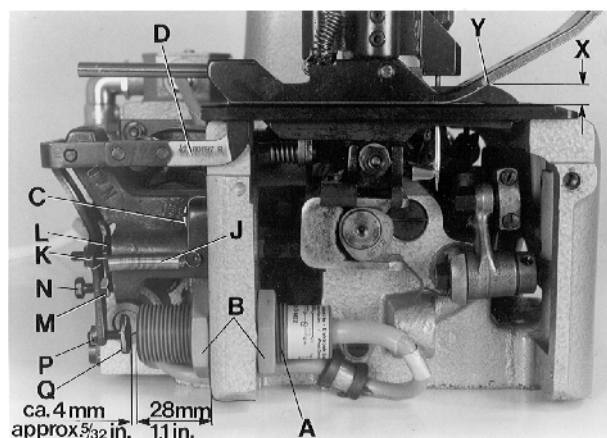
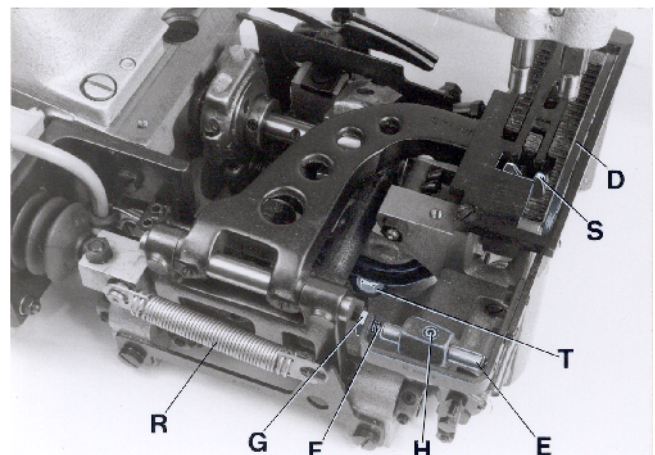

Fig. 14
Fig. 15
Remove cloth plate and left end cover. Mount the electronic proximity switch (A, Fig. 14) to the dimension of 28 mm (1.1"), as shown in Fig. 14.
The feeler (D, Figs. 14 and 15) is adjusted initially with the two fastening screws (C, Fig. 14) for the feeler support bracket.
The feeler (D, Figs. 14 and 15) should not have any lateral play but should turn readily. For this, adjust the centering shaft (E, Fig. 15) with centering screw (F) and lock nut (G) accordingly.
Loosen screw (H, Fig. 15) and center the feeler (D) in the throat plate and presser foot slot, by moving the centering shaft (E) laterally. The feeler must turn readily. Retighten screw (H).
Hang in tension spring (J, Fig. 14).
The feeler should be set as high as possible. The dimension (X, Fig. 14) between upper throat plate surface and upper edge of feeler at the bag entrance zone, should not be less than 7 mm (.275") on styles 80800R, RL, S and SL, and not less than 7.5 mm (.295") on styles 80800TL, TAL, U, UA, UL and UAL.
For adjustment loosen nut (K, Fig. 14) and turn-off screw (L), so that the head of screw does not contact the magnet in the feeler support bracket. Loosen nut (M) and turn the feeler stop screw (N) in or out, as required, to adjust the correct feeler height.
**NOTE:** When the presser foot rests on the throat plate (feed dog below throat plate), the distance between upper edge of feeler and lower edge of the feeler slot cut-out in the presser foot (see Y, Fig. 14) should be approx. 1 mm (.040") on styles 80800R, RL, S and SL, and approx. 2 mm (.080") on styles 80800TL, TAL, U, UA, UL and UAL.
Secure the set feeler height with lock nut (M, Fig. 14).
Entfernen Sie die Stoffplatte und das linke Abschlußblech. Montieren Sie den elektronischen Annäherungsschalter (A, Fig. 14), wie in Fig. 14 gezeigt, auf das Maß 28 mm.
Mit den beiden Befestigungsschrauben (C, Fig. 14) für den Taster-Lagerbock wird der Taster (D, Fig. 15 und 15) vorläufig ausgerichtet.
Der Taster (D, Fig. 15 und 15) darf kein seitliches Spiel haben, muß sich aber ganz leicht drehen. Stellen Sie dazu die Zentrierachse (E, Fig. 15) mit dem Zentrierstift (F) und die Kontermutter (G) entsprechend ein.
Lösen Sie die Schraube (H, Fig. 15) und vermitteln Sie den Taster (D) durch seitliches Verschieben der Zentrierachse (E) im Stichplatten- und Drückerfußschlitz. Der Taster muß sich frei bewegen können. Ziehen Sie die Schraube (H) wieder an.
Hängen Sie die Zugfeder (J, Fig. 14) ein. Der Taster soll so hoch wie möglich eingestellt sein. Das Maß (X, Fig. 14) zwischen Stichplattenoberfläche und Tasteroberkante in der Sackeinlaufzone darf bei den Maschinen 80800R, RL, S und SL nicht kleiner als 7 mm und bei den Maschinen 80800TL, TAL, U, UA, UL und UAL nicht kleiner als 7,5 mm sein.
Zur Einstellung lösen Sie die Mutter (K, Fig. 14) und drehen die Schraube (L) soweit zurück, daß der Schraubenkopf den Magneten im Taster-Lagerbock nicht berühren kann. Lösen Sie die Mutter (M) und drehen Sie die Taster-Anschlagschraube (N) entsprechend ein oder aus bis die richtige Tasterhöhe erreicht ist.
**BEACHTEN SIE:** Wenn der Drückerfuß auf der Stichplatte aufliegt (Transporteur unter der Stichplatte), soll zwischen Oberkante Taster und Unterkante Tasteraussparung im Drückerfuß (siehe Y, Fig. 14) bei den Maschinen 80800R, RL, S und SL ein Abstand von etwa 1 mm und bei den Maschinen 80800 TL, TAL, U, UA und UAL ein Abstand von etwa 2 mm sein. Sichern Sie die eingestellte Tasterhöhe durch Kontern der Mutter (M, Fig. 14).
The switching pressure on the feeler is set with screw (K, Fig. 14).
**NOTE:** The closer the head of screw (K, Fig. 14) to the magnet the higher the switching pressure on the feeler. Secure the position of screw (K) with lock nut (L).
The electrical switching point of the proximity switch (A, Fig. 14) is determined by screw (Q, Fig. 14). The distance between screw head and the face of the proximity switch is approx. 4 mm (5/32") (see Fig. 14), when the feeler is in home position. This distance of 4 mm (5/32") is not exactly the same for all switches. Connect the machine electrically. With feeler in home position set the proper switching point as follows:
Loosen nut (P, Fig. 14). Turn screw (Q) away from switch, until the switch switches on. Then turn screw (Q) slowly towards the switch, until the switch switches off. Now turn screw (Q) a further 1/2 turn towards the switch. Secure this position of screw (Q) with lock nut (P).
When the solenoid on styles 80800R and S or the air cylinder on styles 80800RL and SL for the chain cutter (S, Fig. 15) is not activated and the chain cutter is in its home position below the throat plate, the knife tips of the chain cutter (S) should be positioned 0.5 mm (.020") below the throat plate top surface.
To obtain this setting, adjust the knife lever stop screw with lock nut (T, Fig. 15) in the bottom of the bed casting accordingly. The slotted thread end of screw (T) is accessible from the bottom of the bed casting for adjustment.
In cutting position, above the throat plate, the cutting edges of the chain cutter (S, Fig. 15) should overlap by 0.3 mm (.012") to assure a proper thread chain cutting.
On styles 80800R and S with solenoid operated chain cutter the core of solenoid (C, Fig. 16) must rest firmly on the solenoid (D) while adjusting the overlapping of the knife cutting edges of the chain cutter. Unhook pull-back spring (R, Fig. 15) and press the solenoid rod against the solenoid until the core of solenoid (C, Fig. 16) butts on the solenoid (D). Loosen nut (A, Fig. 16) and move clamp (B) on the solenoid rod to the left or right, until the cutting edges overlap approx. 0.3 mm (.012"). Retighten nut (A) and replace pull-back spring (R, Fig. 15).
Der Schalldruck am Taster wird mit der Schraube (K, Fig. 14) eingestellt.
**BEACHTEN SIE:** Je näher der Schraubenkopf der Schraube (K, Fig. 14) am Magneten ist, umso höher ist der Schalldruck am Taster, Sichern Sie die Stellung der Schraube (K) durch Kontern der Mutter (L).
Mit der Schraube (Q, Fig. 14) wird der elektrische Schaltpunkt des Annäherungsschalters (A, Fig. 14) bestimmt. Der Abstand zwischen Schraubenkopf und Stirnfläche des Annäherungsschalters beträgt in Ruhestellung des Tasters etwa 4 mm (siehe Fig. 14). Dieser Abstand von 4 mm ist nicht bei allen Schaltern genau gleich. Schließen Sie die Maschine elektrisch an. Der genaue Schaltpunkt wird in Ruhestellung des Tasters wie folgt eingestellt: Lösen Sie die Mutter (P, Fig. 14). Drehen Sie die Schraube (Q) vom Schalter weg bis der Schalter einschaltet. Dann drehen Sie die Schraube (Q) langsam zum Schalter hin, bis der Schalter ausschaltet. Drehen Sie dann die Schraube (Q) noch 1/2 Umdrehung weiter zum Schalter hin. Sichern Sie die Stellung der Schraube (Q) durch Kontern der Mutter (P).
Wenn der Elektromagnet bei den Maschinen 80800R und S, oder der Luftzylinder bei den Maschinen 80800RL und SL für die Kettenschere (S, Fig. 15) nicht aktiviert ist und die Kettenschere in ihre Ausgangslage unter der Stichplatte ist, sollen die obersten Messerkanten der Kettenschere (S) etwa 0,5 mm unter der Stichplattenoberfläche stehen.
Stellen Sie dazu die Messerhebel-Anschlagschraube mit Kontermutter (T, Fig. 15) unten im Gehäuseguß entsprechend ein. Das geschlitzte Gewindeende der Schraube (T) ist zur Einstellung von der Unterseite des Gehäuse aus zugänglich.
In Schneidstellung über der Stichplatte sollen sich die Messerschneiden der Kettenschere (S, Fig. 15) etwa 0,3 mm überlappen, damit die Fadenkette einwandfrei abgeschnitten wird.